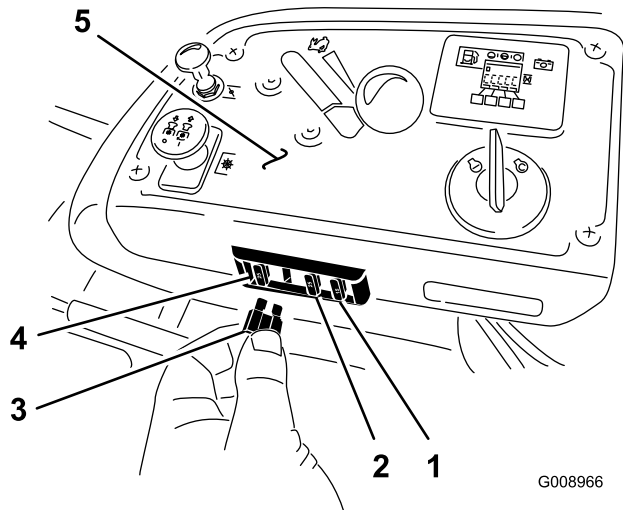

Figure 60
Les fusibles se trouvent sur la console, à droite du siège (Figure 60).
2. Remplacez le fusible (Figure 60).